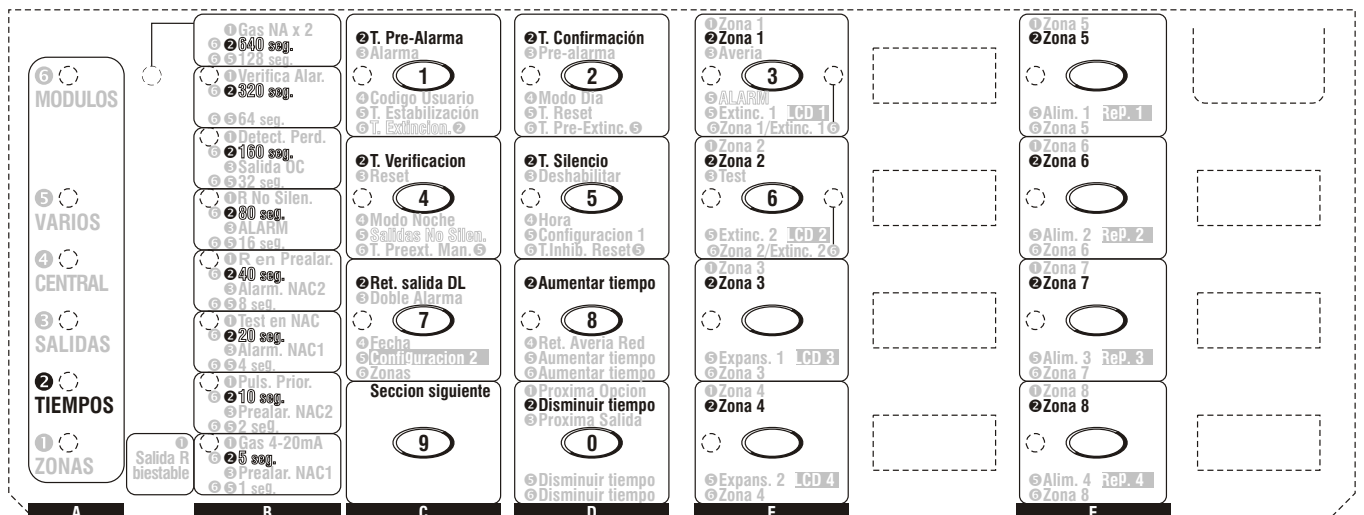

Figura 31 La Fase de “Programación de Tiempos”
Durante esta fase, los botones y los LEDs funcionarán según las opciones precedidas por ❷ en las ventanas de la Plantilla de Programación, vea la Figura 31.